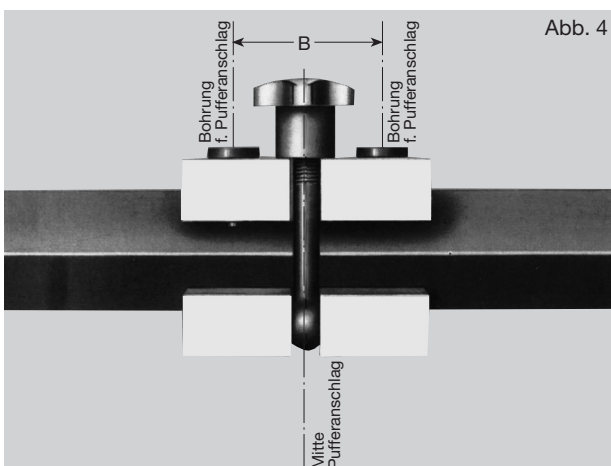

Abb. 4
2.8 Bei Verwendung von **Steuerwagen** ist das freie Schienenende durch einen zusätzlichen Pufferanschlag zu sichern. Hierzu müssen 2 Bohrungen 8,5 mm \varnothing , mit der Bohrvorrichtung im Abstand B = 50 mm, in die Laufschiene gebohrt werden (s. Abb. 4). Anziehdrehmoment der Sechskantschrauben M 8 – 10 Nm.